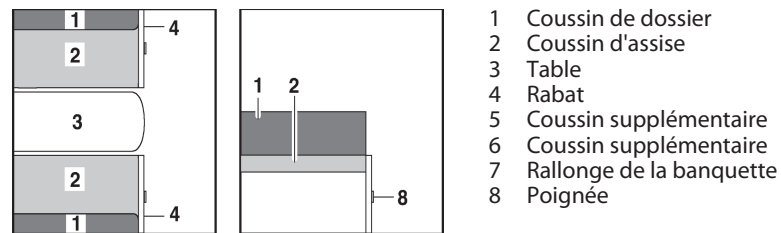

Fig. 111 Avant l'agrandissement
- Agrandir la table (Fig. 111,3) (voir paragraphe 7.9).
- Tirer sur la poignée (Fig. 111,8) et ouvrir le portillon (Fig. 111,4).